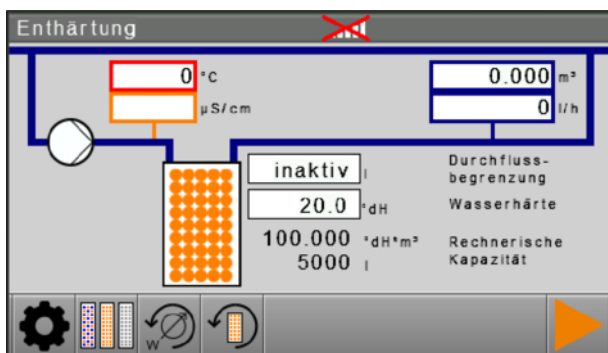

Abb. 106: Rechnerische Kapazität
Wird die Wasserhärte eingestellt, so wird in Abhängigkeit zum *Patroneninhalt* (siehe Patroneninhalt, Seite 42) und *Kapazität pro Liter* (siehe Kapazität pro Liter, Seite 44) die *Rechnerische Kapazität* (siehe Abbildung 106) der Anlage angezeigt.
- ✓ Die *Rechnerische Kapazität* wird neu berechnet und angezeigt (siehe Abbildung 106).